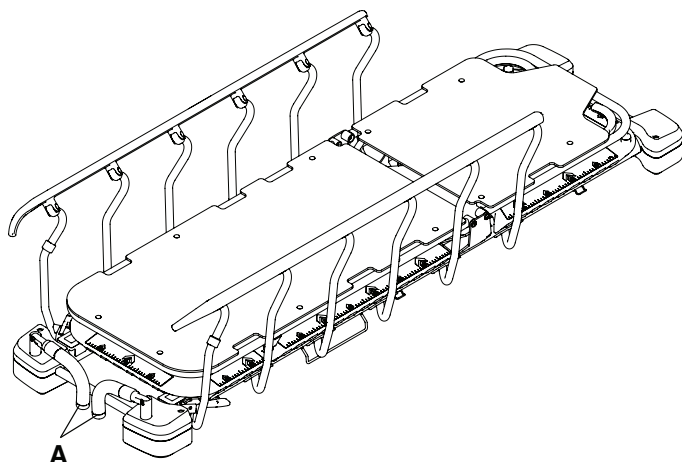

Figura 9 – Almacenamiento de las asas de empuje del extremo de los pies
4. Invierta los pasos para guardar las asas de empuje del extremo de los pies (A) (Figura 9).